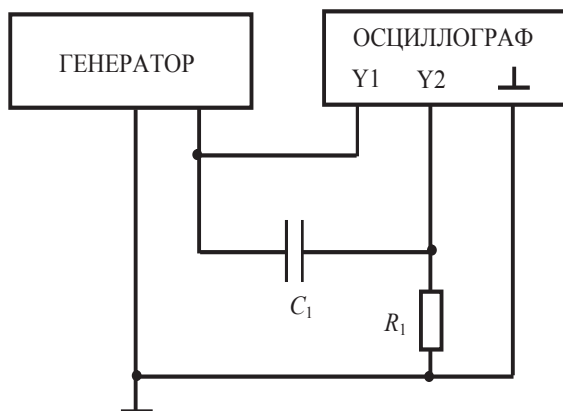

Рис. 1.1. Схема измерения разности фаз между входным напряжением и напряжением на сопротивлении
3.4.1. Собрать схему (рис. 1.1).